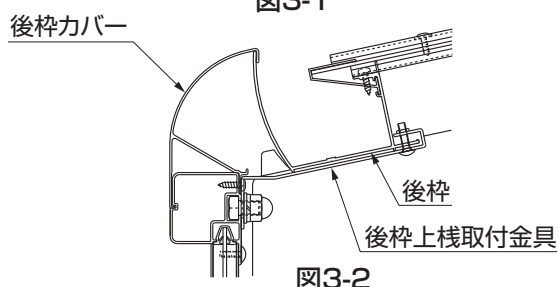
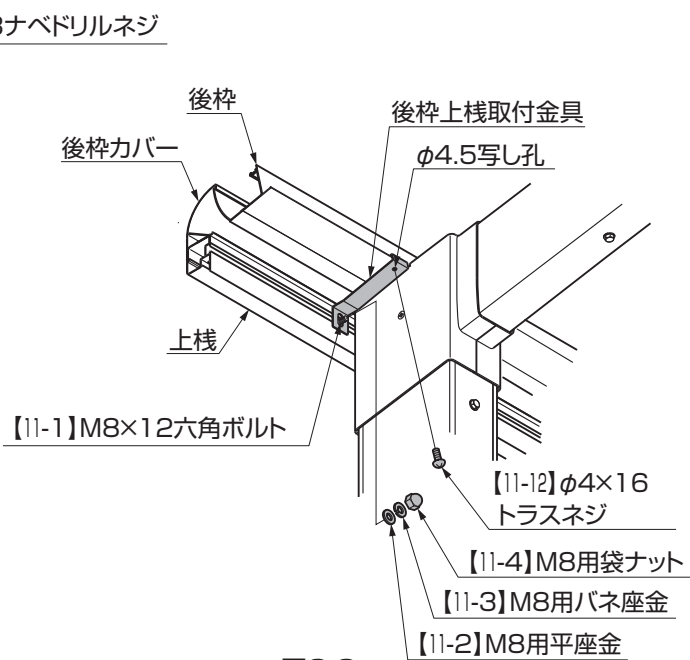

図3-2
図3-3
(図3-2、図3-3参照)
- ④後枠上棧取付金具の孔をガイドにして、後枠にφ4.5写し孔をあけて【11-12】で取付けてください。(図3-2参照)